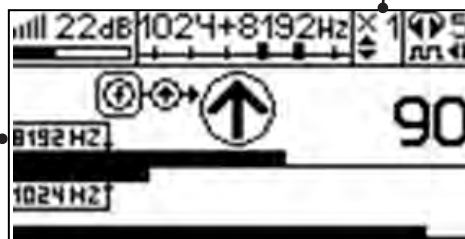

Рис. 7.4
4. «Назначение» производится нажатием кнопки **f** при расположении датчика точно над «выделенной» коммуникацией, считающейся «своей». После этого указатель направления сигнала приобретает вид - (↓). При переходе на «чужую» коммуникацию с другим «направлением сигнала» (или при изменении положения датчика на «обратное») раздастся звук и стрелка покажет «направление сигнала - назад (↓)» (рис. 7.4)
Методика: Производя трассировку с применением ЭМД на низкой активной частоте (512Гц / 1024Гц) (**см. раздел активный трассопоиск**), наблюдать за уровнем сигнала. Локальное повышение и резкое уменьшение уровня указывают на вероятность наличия дефекта изоляции. (**рис. 7.4**) При этом величина сигнала может меняться по различным причинам: положение датчика, глубина залегания кабеля, наличие мешающих конструкций. Поэтому таким методом можно обнаружить лишь «низкоомные» дефекты сопротивлением менее 1кОм.